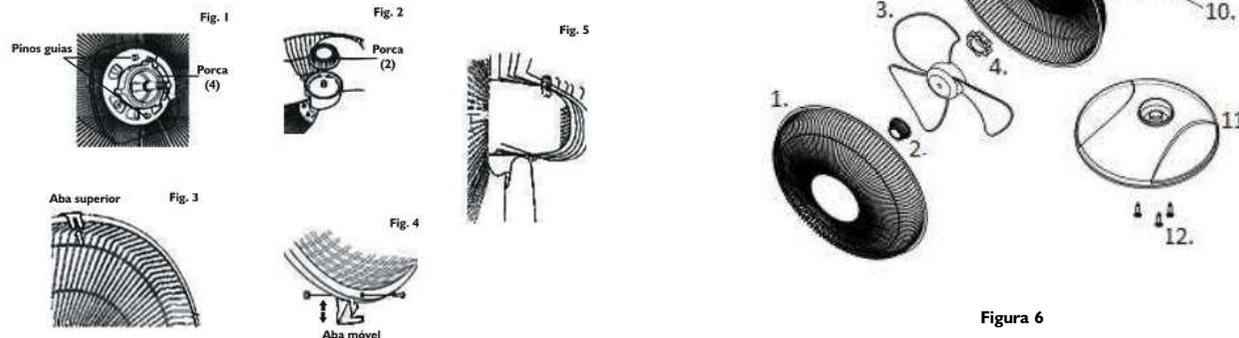

Figura 6
**⚠ ATENÇÃO:** Antes de iniciar e durante a montagem do ventilador identifique quem é e onde está cada componente. Faça sempre uma comparação dos números entre parênteses indicados nas instruções de montagem com os mostrados na figura 6 da página 4 ou da página 6. Retire da caixa todos os componentes e certifique-se que nada ficou dentro.
**Passo 1** - Pegue o pacote plástico que contém a base (11). Retire o pacotinho que contém 4 borrachinhas e 3 parafusos. Pegue as borrachinhas e encaixe-as no fundo da base.